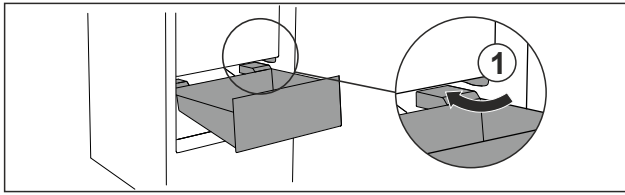

Fig. 32
- ▶ Far passare il cassetto intorno ai fermi Fig. 32 (1) inclinandolo.